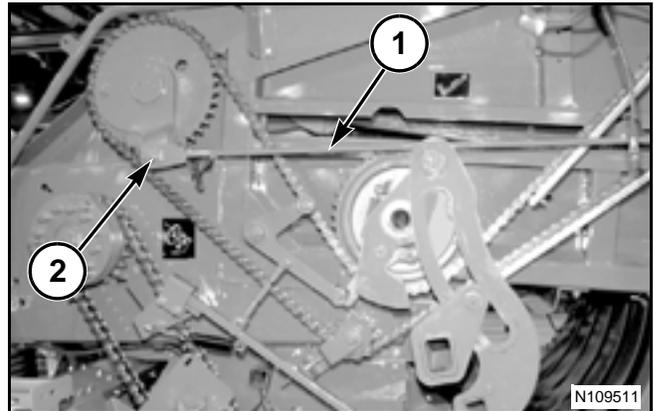

FIG. 23
FIG. 23: Para evitar daños en las agujas y en el portador de agujas, revise semanalmente si el varillaje de protección de las agujas (1) tiene el ajuste de espacio correcto. Consulte Varillaje de protección de agujas en esta sección para obtener valores de ajuste de espacio.